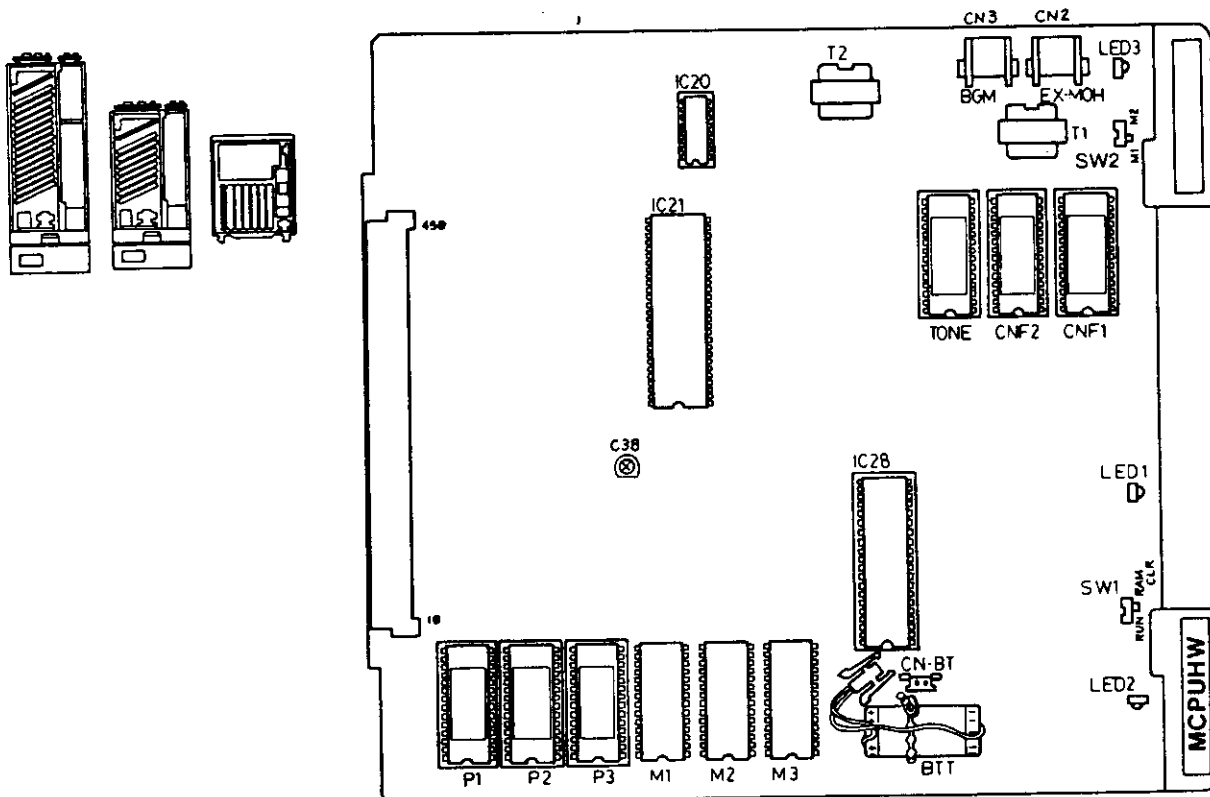

FIGURE 4-21 KCPUHW/MCPUHW CARD
b. Figure 4-21 shows the KCPUHW/MCPUHW card.